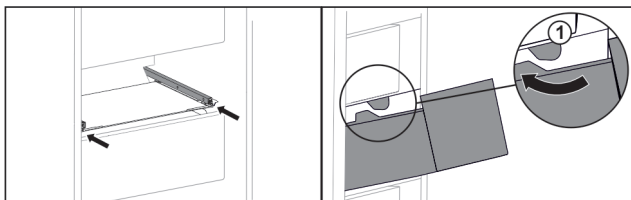

Fig. 136
- ▶ Juhtige sahtel ümber pidurite Fig. 136 (1).